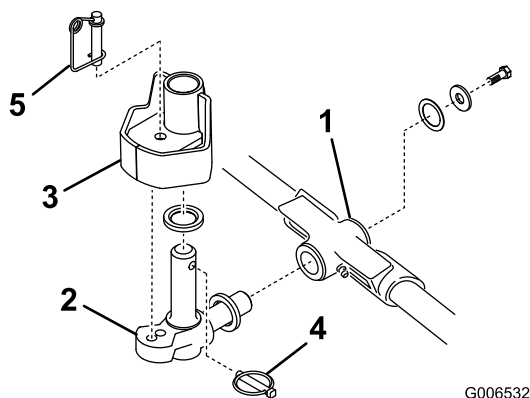

Figura 17
1. Introduzca una arandela de empuje en el eje horizontal del pivote tal y como muestra Figura 17.
2. Introduzca el eje horizontal del pivote en el tubo de montaje del bastidor de tiro (Figura 17).
3. Fije el pivote al bastidor de tiro con una arandela de empuje, una arandela plana y un tornillo de caperuza con arandela prensada (Figura 17).
4. Introduzca una arandela de empuje en el eje vertical del pivote (Figura 17).
5. Si no está ya instalado, introduzca el eje vertical del pivote en el buje de pivote del brazo de elevación (Figura 17). Guíe el pivote a su lugar entre las dos piezas de goma de centrado del lado inferior de la chapa de dirección del brazo de elevación.
6. Introduzca el pasador de seguridad en el taladro transversal del eje del pivote (Figura 17).
Nota: Si se requiere fijar la posición de la unidad de corte, introduzca el pasador de bloqueo de la dirección en el taladro de montaje del pivote (Figura 17).
11. Enganche el alambre del muelle alrededor de la parte inferior del pasador de bloqueo de la dirección (Figura 17).